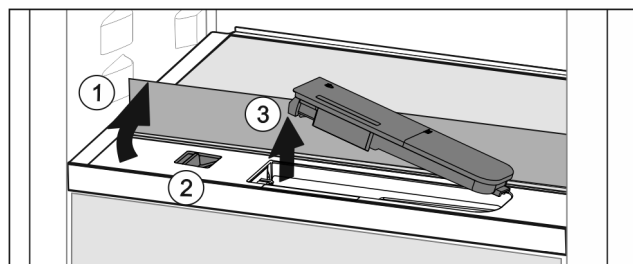

Fig. 51
- ▶ Skleněnou desku nadzvedněte a zaklapněte dozadu až na doraz Fig. 51 (1).
- ▶ Posuvník Fig. 51 (2) posuňte doleva.
- ▶ Vyjměte nádržku na vodu Fig. 51 (3).